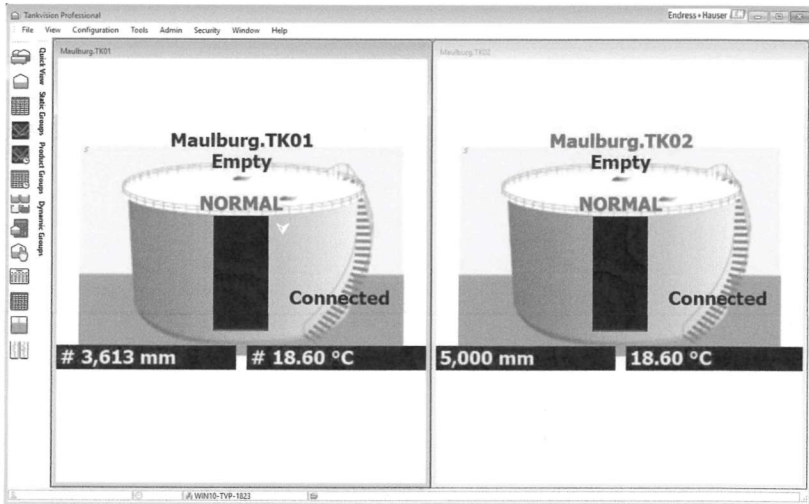

Abb. 4: Graphische Übersicht von Tankgruppen
- Graphische Übersicht von Tankgruppen (Abbildung 4)